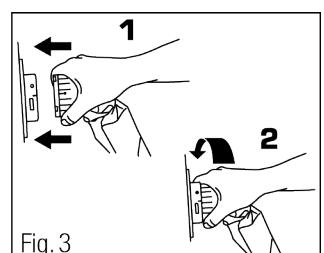

Fig. 3
5. Fixez le tuyau d'alimentation en air au bloc d'alimentation en alignant la ligne noire sur le connecteur du tuyau d'alimentation en air avec la ligne noire sur le connecteur du bloc d'alimentation et en poussant ensemble. Tournez le connecteur du tuyau du matelas dans le sens des aiguilles d'une montre jusqu'à ce que le voyant vert remplisse le trou de l'indicateur sur le connecteur de l'unité d'alimentation (Fig. 3).